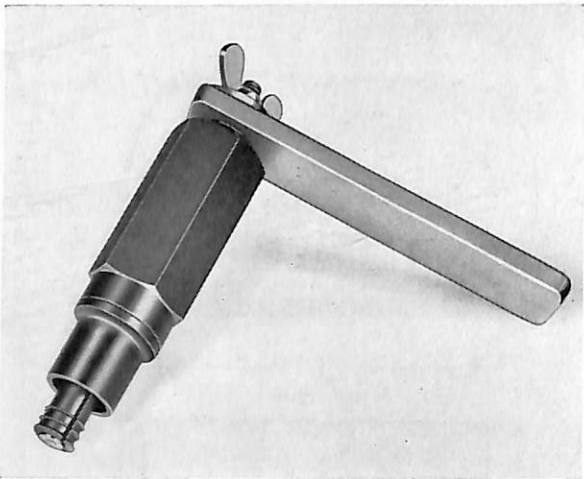
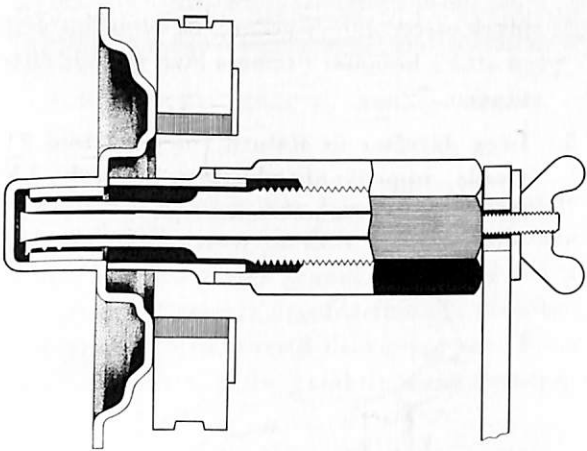

Bild 33. Verktyg för demontering av bussning.
Bild 34. Bussningsverktyget monterat i lagerskölden.
- 1. Pressa, slå eller drag ut den förslitna bussningen med hjälp av lämpligt verktyg. Specialverktyg för borsthållarskölden visas på bild 33 och bild 34.